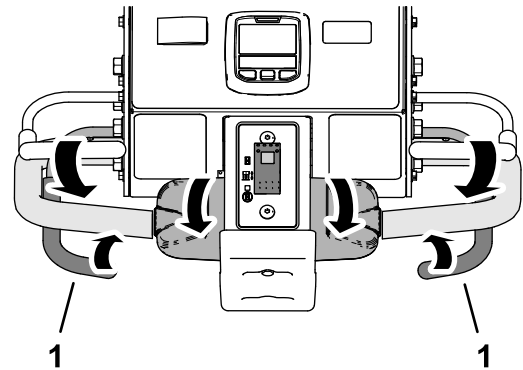

Figura 90
3. Pe măsură ce anvelopa din față se rostogolește peste perimetrul zonei de aerare, închideți maneta de aerare din stânga sau din dreapta (Figura 90).